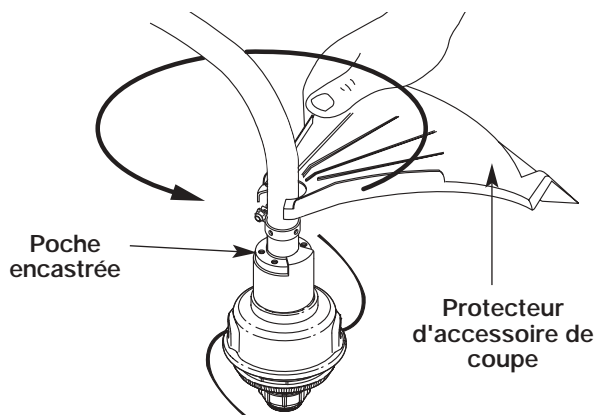

Figure 4
2. Enfoncez le protecteur d'accessoire de coupe sur le haut de l'accessoire de coupe, puis tournez-le jusqu'à ce que les trous à vis soient alignés et que le protecteur s'emboîte dans la poche encastrée (Fig. 4).